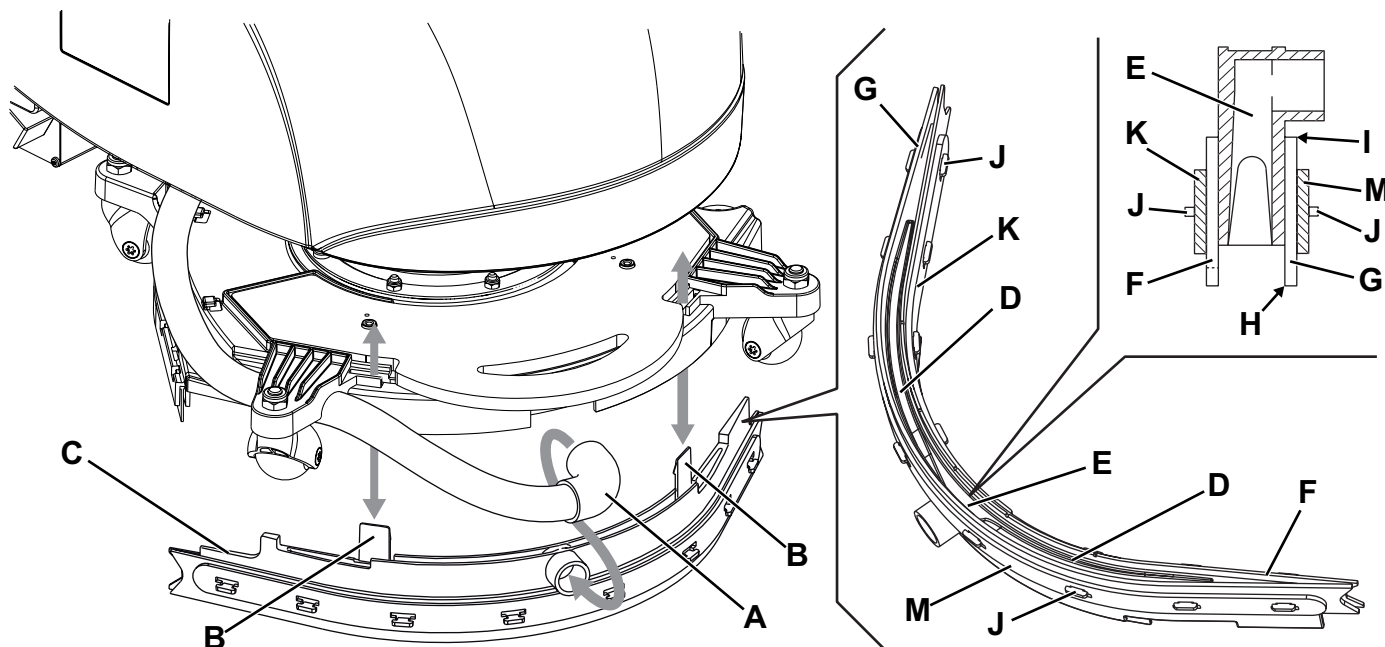

Figure 4
2. Tourner la manette (32) sur «0» et débrancher la batterie (7).
3. Tourner la tête porte-brosse / plateau support disque (12) dans le sens contraire aux aiguilles d'une montre jusqu'à fin de course.
4. Déconnecter le tuyau d'aspiration (A, Fig. 4) de l'embouchure en dévissant le collier.
5. Dégager les pinces (B) et enlever l'embouchure (C) en l'extrayant de la tête porte-brosse vers le bas.
6. Laver et nettoyer l'embouchure. Nettoyer en particulier les compartiments de convoyage (D) et l'orifice d'aspiration (E) de la saleté et des déchets.
7. Contrôler que la lamelle en caoutchouc avant (F) et la lamelle en caoutchouc arrière (G) sont intactes et qu'elles ne présentent pas de coupures ou déchirures ; dans le cas contraire, les remplacer (voir la procédure au paragraphe suivant).
2. Contrôler que la lamelle en caoutchouc avant (F, Fig. 4) et la lamelle en caoutchouc arrière (G) sont intactes et qu'elles ne présentent pas de coupures ou de lacérations; en cas contraire, les remplacer selon les instructions suivantes. Contrôler aussi que l'arête de la lamelle en caoutchouc arrière (H) n'est pas usée ; dans le cas contraire, renverser la lamelle, en remplaçant l'arête usée avec l'autre arête (I), si elle est encore intacte. Si l'autre arête est usée, remplacer la lamelle en caoutchouc, en procédant comme suit :
- Dégager la barre de fixation (K ou M) des dispositifs de retenue (J), puis remplacer (ou renverser) la lamelle en caoutchouc (G ou F).
3. Installer l'embouchure (C) en insérant les pinces (B) dans les logements de la tête porte-brosse.
4. Connecter le tuyau d'aspiration (A) à l'embouchure et serrer le collier.